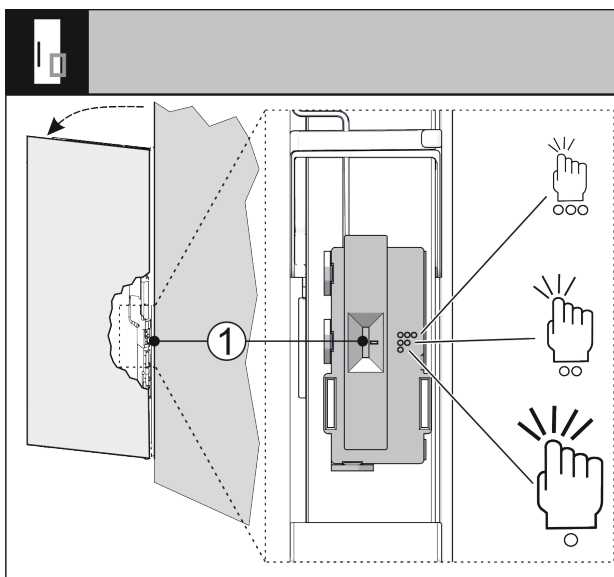

Fig. 71
Sie können die Empfindlichkeit des Klopfensors über einen Schalter Fig. 71 (1) einstellen. Der Schalter ist scharnierseitig am unteren Drittel der Tür.
► Schalter Fig. 71 (1) auf gewünschte Schalterstellung schieben.